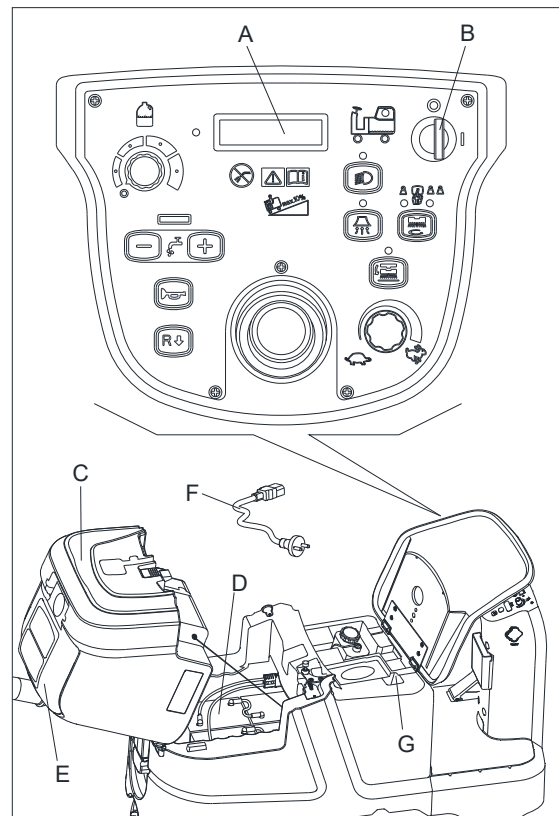

Abbildung 18
Laden Sie die Batterien auf, wenn nur zwei oder weniger Rechtecke auf dem LCD-Bildschirm (A, Abbildung 18) angezeigt werden oder nach der Reinigung.
1. Öffnen Sie die Abdeckung des Schmutzwassertanks (E, Abbildung 18), um zu prüfen, ob der Schmutzwassertank (C, Abbildung 18) leer ist, oder leeren Sie den Schmutzwassertank durch den Abflussschlauch.
3. Drehen Sie den Schlüsselschalter (B, Abbildung 18) auf "0".
4. Heben Sie das Sammelbehälter an (C, Abbildung 18).
- Prüfen Sie den Elektrolytstand der Batterien (D, Abbildung 18), falls notwendig, öffnen Sie den Deckel, um Elektrolyt aufzufüllen, danach wieder abdecken.